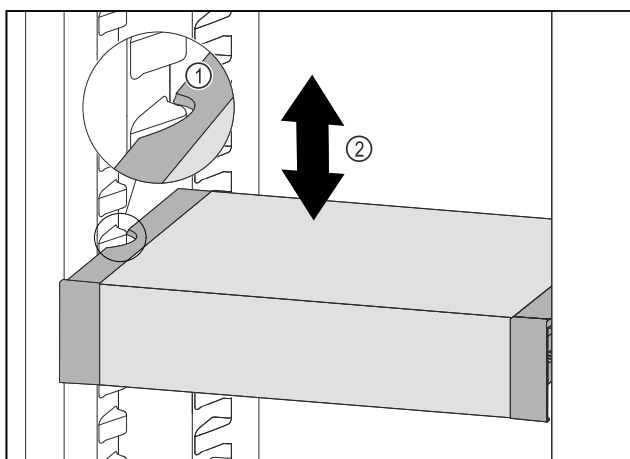

Fig. 97
- ▶ Táhněte VarioSafe dopředu, dokud nebudou boční vybrání VarioSafe na úrovni žebrování na nádoby v chladničce. Fig. 97 (1)
- ▶ Posouvejte VarioSafe v chladničce nahoru nebo dolů, dokud nedosáhnete požadované výšky. Fig. 97 (2)